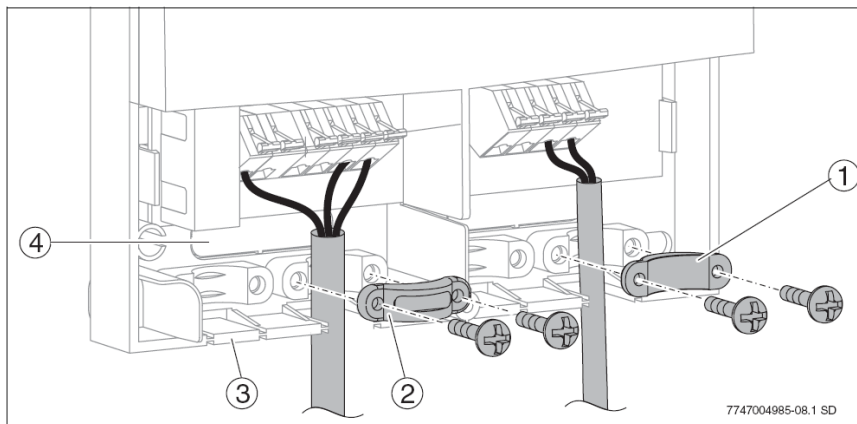

Рис. 8 Кабельный ввод и крепление кабельных линий
Кабельные линии можно прокладывать к прибору в зависимости от ситуации с тыльной (→ Рис. 8, Поз. 4) или с нижней (→ Рис. 8, Поз. 3) стороны.
- С помощью ножа удалить лепесток кабельного ввода (→Рис. 8) так, чтобы не оставалось режущих краёв или острых заусениц.
- Защитить кабель соответствующим фиксатором от натяжения (→ Рис. 8, Поз. 2). Фиксатор может также монтироваться в перевернутом варианте (→ Рис. 8, Поз.1).